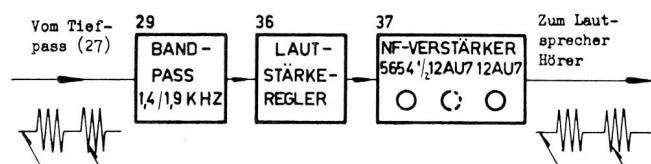

Fig. 21 La fréquence de modulation se trouve entre 1,4 et 1,9 Hz
En réception-A1 les impulsions reçues ont une fréquence se trouvant entre 1,4 et 1,9 kHz, selon le réglage effectué. Les impulsions viennent du 2e modulateur de réception (26), passent par un filtre-passe-bande (29) ayant une bande passante de 1,4 à 1,9 kHz et atteignent l'amplificateur BF (37) en passant par le contrôle de volume (36). L'écouteur et le microtéléphone peuvent être connectés à la sortie de l'amplificateur BF. De plus, le haut-parleur monté dans l'appareil d'alimentation est connecté, lui aussi, à la sortie de l'amplificateur BF. Le haut-parleur peut être déclenché à l'aide du commutateur correspondant (voir fig. 21).